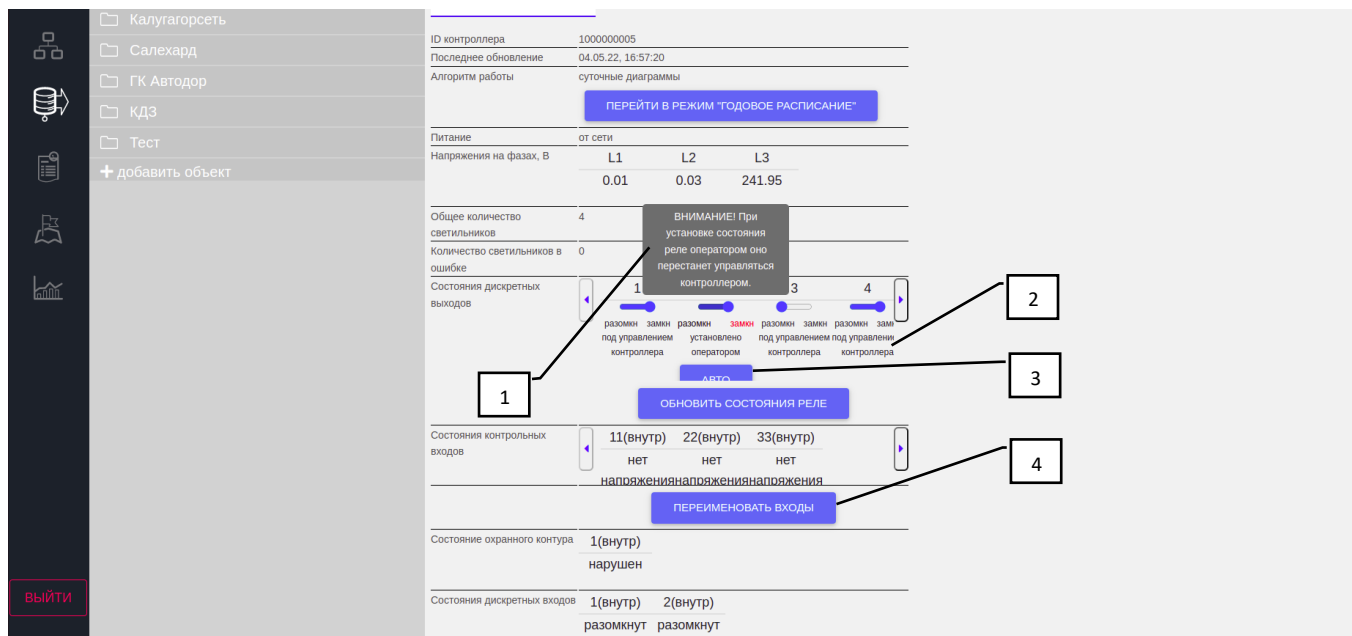

Рисунок 19. Работа с набором реле контроллера.
8. Состояние дискретных выходов - отображается текущая информация о четырех имеющихся у контроллера реле, к которым обычно присоединяются контакторы ШУНО для подачи и снятия напряжения на отходящие питающие линии. В автоматическом режиме контроллер управляет ими по суточному графику годового расписания. Оператор может вручную установить нужный выход в состояние "замкнуто" или "разомкнуто", например, при проведении ремонтных работ освещения на подключенном участке. При этом отменяется дальнейшее автоматическое управление данным дискретным выходом, о чем АСУО предупреждает во всплывающем окне (поз.1, рис.19) и впоследствии отображает в виде информационного поля режим управления данным реле (поз.2, рис.19). После ручного вмешательства управление можно вновь передать контроллеру, выбрав кнопку "АВТО" (поз.3, рис.19). Удостовериться в текущем состоянии выходов можно, выбрав кнопку "ОБНОВИТЬ СОСТОЯНИЕ РЕЛЕ", контроллер будет опрошен принудительно.
9. Состояние контрольных входов - отображается информация о наличии напряжения в контрольных точках конкретного ШУО, которые присоединены к соответствующим входам контроллера. Контрольным точкам можно задать смысловые наименования при помощи кнопки "ПЕРЕИМЕНОВАТЬ ВХОДЫ" (поз.4, рис.19).